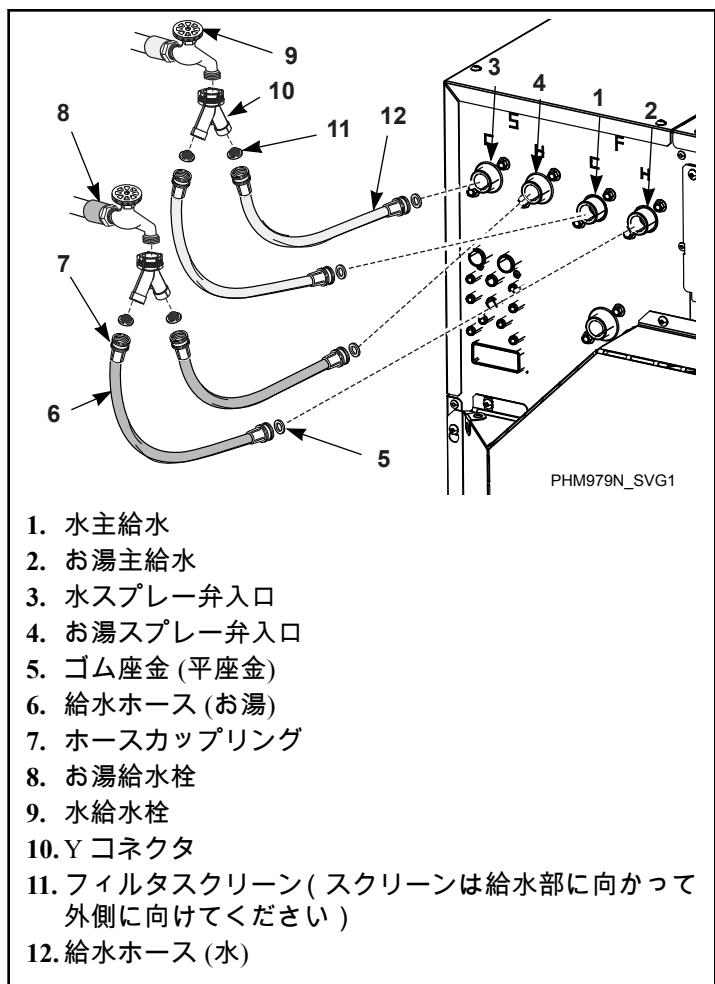

図 23
3. ゴム平座金 1 つを各給水ホースの一方の端に、フィルタスクリーン 2 つをもう一方の端に取り付けます。フィルタスクリーンは給水部に向かって外側に向ける必要があります。図 23 を参照してください。
7. お湯接続部に取り付けられている、1 本のホースのゴム平座金付きカップリングを、("F" マークの真下に "H" マークが付いた) 主給水弁の入口にねじ込みます。お湯接続部に取り付けられている、もう一方のお湯ホースのゴム平座金付きカップリングを、("S" マークの真下に "H" マークが付いた) スプレー弁の入口にねじ込みます。さらに手できつく締めます。図 23 を参照。
8. 水接続部に取り付けられている、1 本のホースのゴム平座金付きカップリングを、("F" マークの真下に "C" マークが付いた) 主給水弁の入口にねじ込みます。もう一方の水ホースのゴム平座金付きカップリングを、("S" マークの真下に "C" マークが付いた) スプレー弁の入口にねじ込みます。さらに手できつく締めます。図 23 を参照。